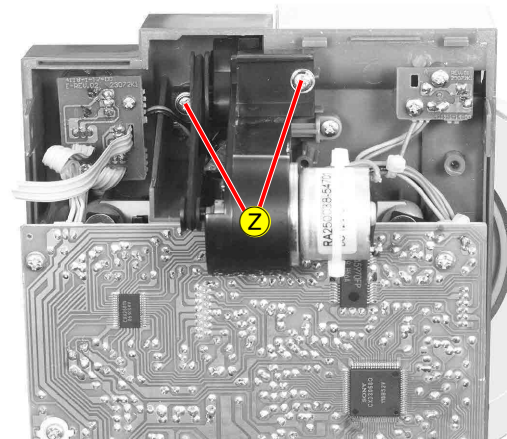

Fig. 14
- 3 Schrauben  $\text{\textcircled{Z}}$  (Fig. 14, 15) herausdrehen.
- Undo 3 screws  $\text{\textcircled{Z}}$  (Fig. 14, 15).